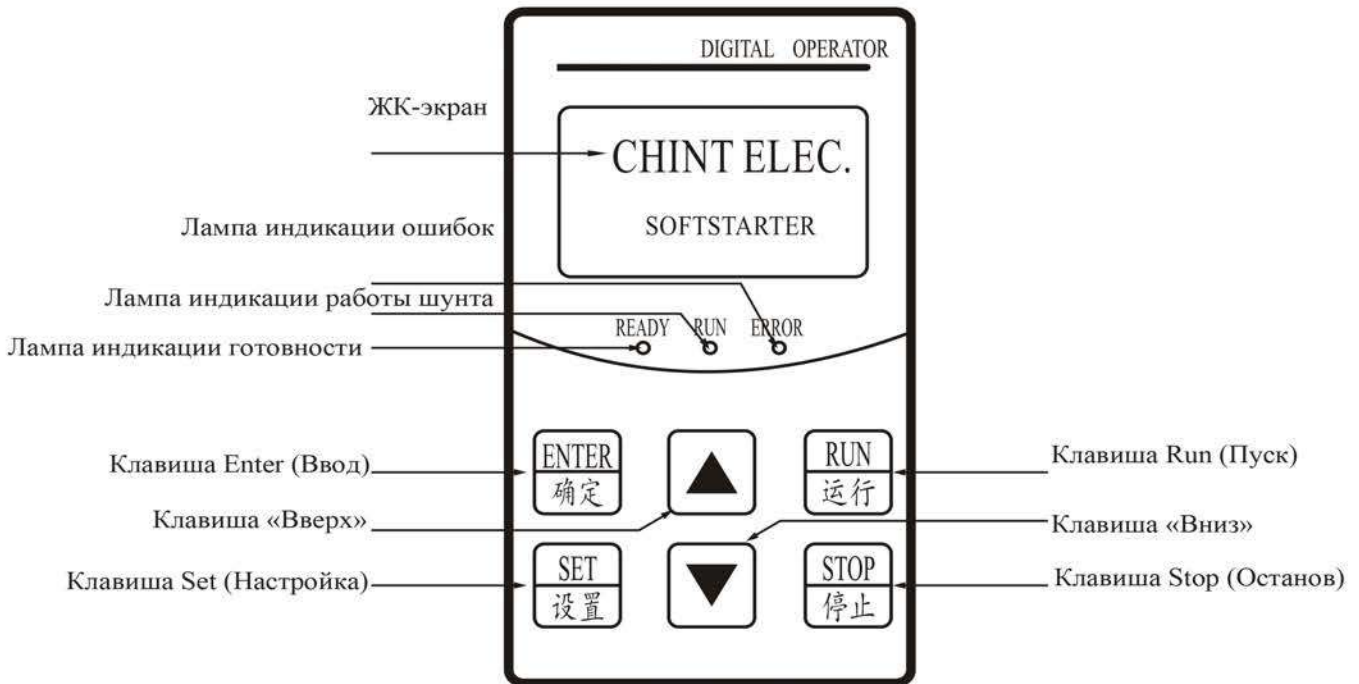

Рис. 3.1 Схема панели управления
3.1.1 Функциональная схема панели управления, см. рисунок 3.1: